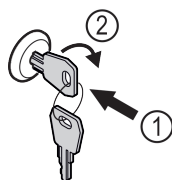

Fig. 145
- ▶ Insérer la clé Fig. 145 (1).
- ▶ Tourner la clé à 90° dans le sens horaire Fig. 145 (2).